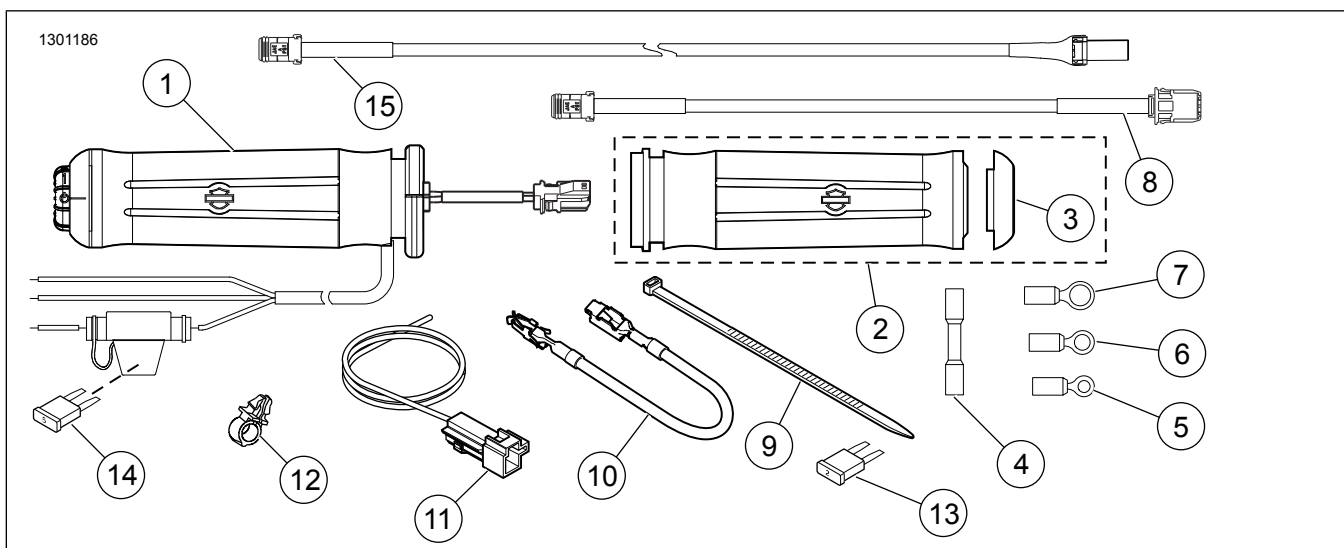

Рисунок 8. Запчасти, комплекты для рукоятки с подогревом
2. См. Рисунок 8 . Используйте стяжки кабеля (9) из комплекта для крепления проводки ручного сцепления с жгутами проводов вдоль рамы мотоцикла. **Модели 2014 г. и позднее:** Продолжите после этапа 15.